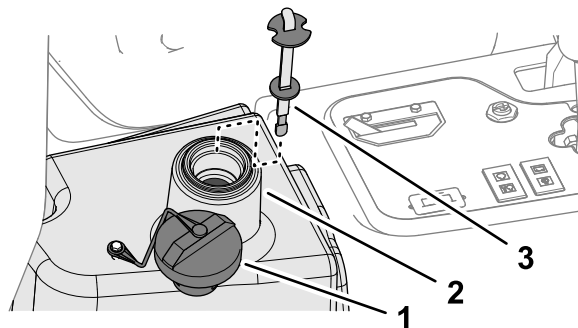

Figura 91
4. Llene el depósito (Figura 91) con aproximadamente 22,7 litros de fluido hidráulico; consulte Especificación del fluido hidráulico (página 64).